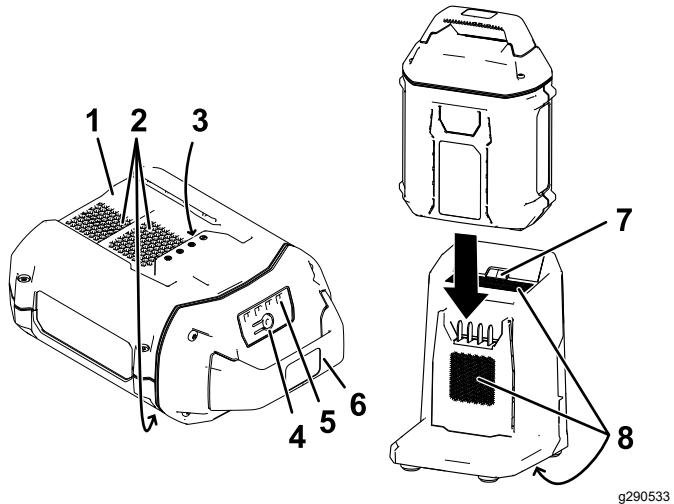

Figura 19
2. Aliniaj canalul acumulatorului (\(Figura 19\) cu limba încărcătorului.
3. Glisai acumulatorul în încărcător până când este fixat corespunzător (\(Figura 19\)).